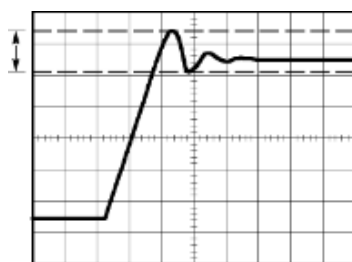

Figura 2.14: Figura que deve ser observada para medida da amplitude de oscilação.
- Meça a amplitude dos picos da oscilação posicionando o cursor 1 no topo do primeiro pico e o cursor 2 na base do segundo pico. Agora no menu "Cursors" faça a leitura da grandeza  $\Delta V$ , a diferença de voltagem entre os pontos onde cada cursor cruza a forma de onda, conforme a figura 2.14.